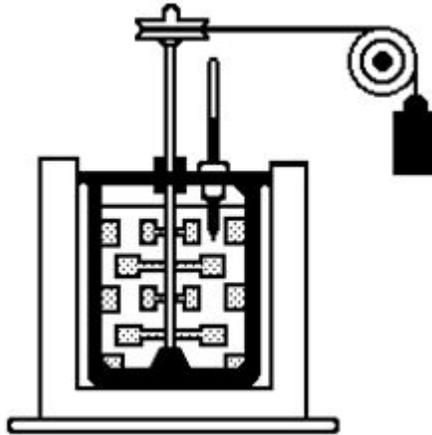

Figura 5.8: Experiência de James P. Joule
1) (Pucsp) A experiência de James P. Joule, figura 5.8, determinou que é necessário transformar aproximadamente 4,2J de energia mecânica para se obter 1cal. Numa experiência similar, deixava-se cair um corpo de massa 50kg, 30 vezes de uma certa altura. O corpo estava preso a uma corda, de tal maneira que, durante a sua queda, um sistema de pás era acionado, entrando em rotação e
2) No experimento representado pela figura 5.8, que condição do experimento permite afirmar que: